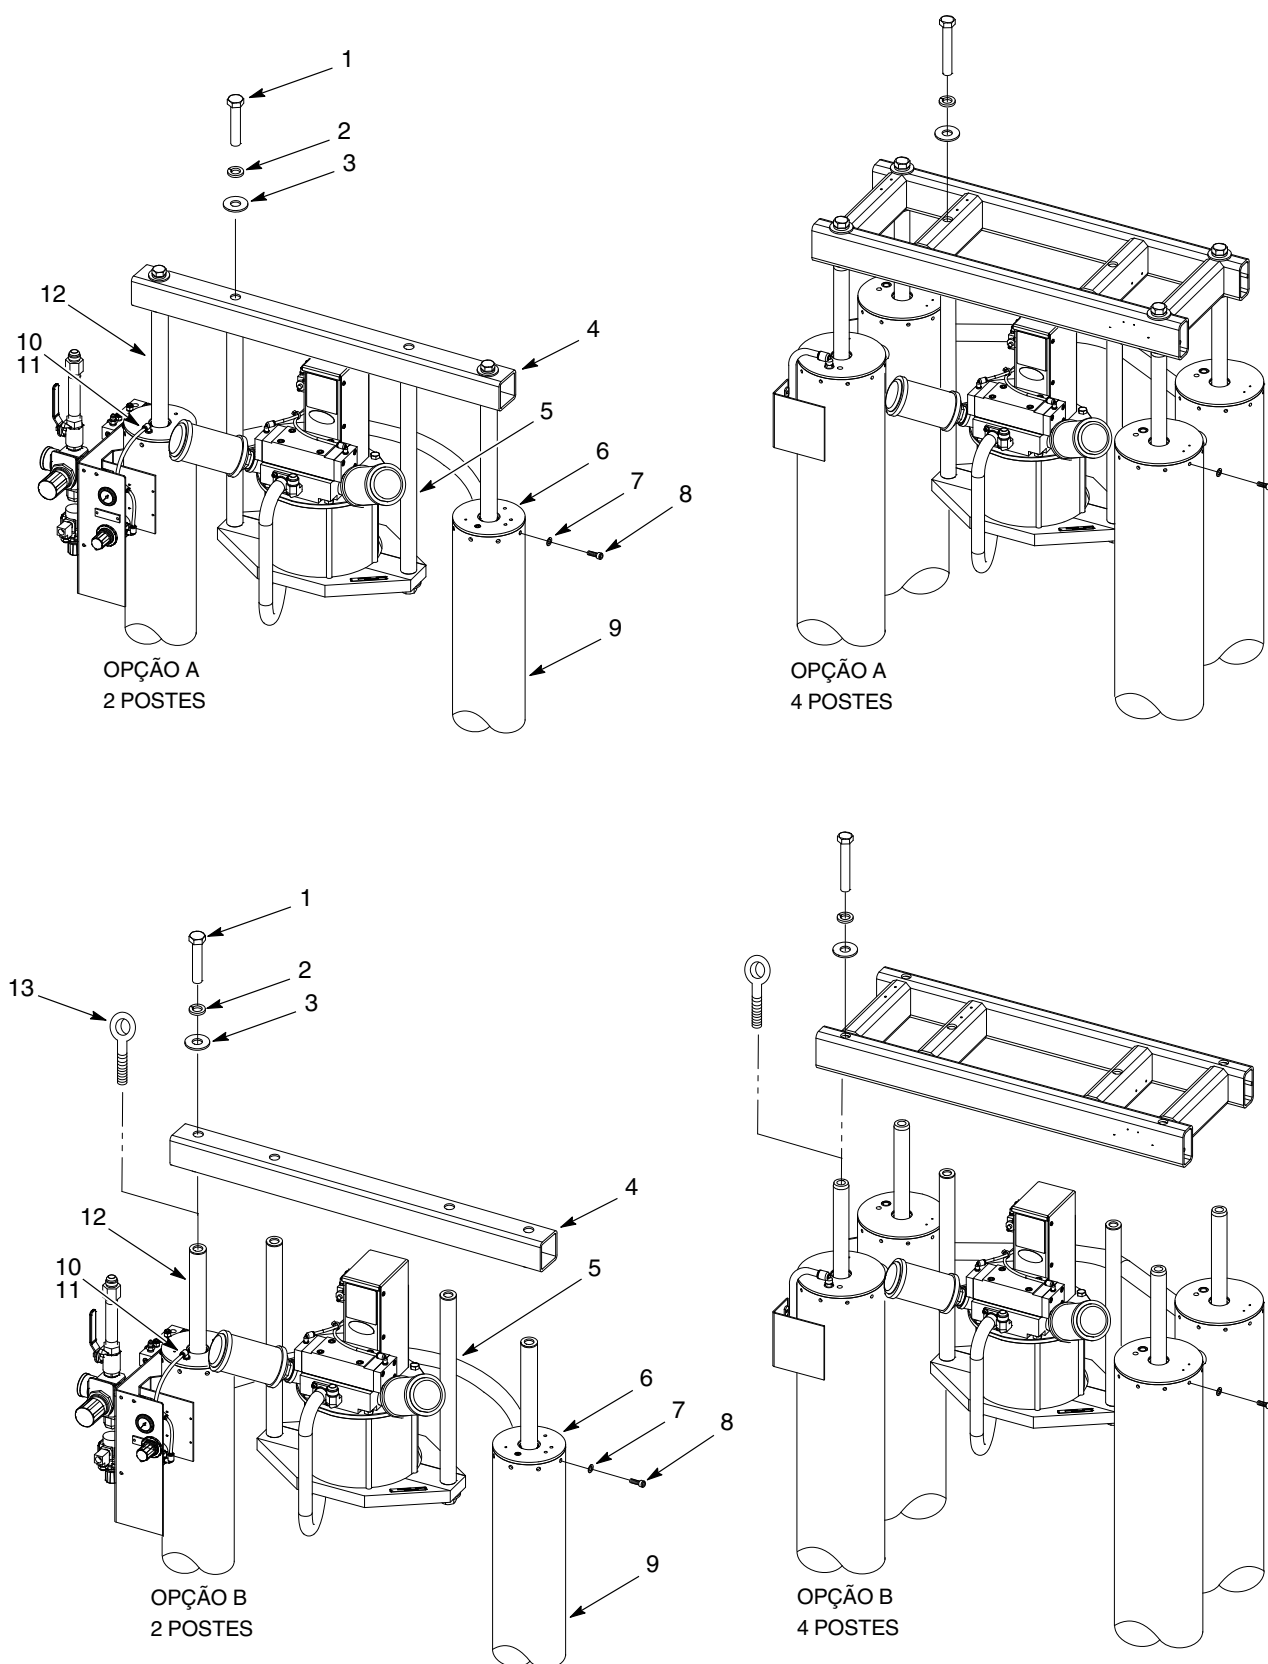

Figura 2 Remoção das hastes dos cilindros
Consulte a figura 2. Existem duas maneiras de retirar as hastes dos cilindros; em conjunto ou separadamente. Execute o procedimento desejado.
1. Consulte a figura 2, opção A. Verifique se o tubo (10) está desligado da união (11).
2. Retire os parafusos (1), anilhas de segurança (2) e anilhas lisas (3) que fixam a travessa (4) às varas de suporte (5).
3. Retire os parafusos de montagem (8) e as anilhas (7) dos cilindros pneumáticos (9). Anote a orientação das cabeças dos cilindros (6).
4. Prenda o aparelho de elevação à seção central da travessa (4) e retire simultaneamente as hastes dos cilindros (12) dos cilindros pneumáticos (9).
1. Consulte a figura 2, opção B. Verifique se o tubo (10) está desligado da união (11).
2. Retire os parafusos (1), anilhas de segurança (2) e anilhas lisas (3) que fixam a travessa (4) às varas de suporte (5) e às hastes dos cilindros (12).
4. Enrosque o parafuso com olhal (13) de $\frac{7}{8}$ -14 na haste de cilindro (12). Prenda o aparelho de elevação ao parafuso com olhal. Utilize o aparelho de elevação para retirar a haste de cilindro do cilindro pneumático (9). Retire as hastes dos cilindros restantes do mesmo modo.
- anilhas planas (14)
- anilhas de segurança (15)
- parafuso da haste (16)
5. Aperte cada parafuso (16) com 250 ft-lb (339 N•m).
6. Lubrifique a vedação do êmbolo (11) com lubrificante de juntas tóricas.
7. Guie cuidadosamente a haste do êmbolo (7) para dentro do cilindro pneumático (19) até ela encostar. Monte a haste do cilindro restante do mesmo modo.
8. Oriente as cabeças dos cilindros (4) como anotado durante a remoção.
9. Monte cada cabeça de cilindro (4) num cilindro pneumático (19). Monte as anilhas (17) e os parafusos de cabeça cilíndrica e sextavado interior (18) em cada cilindro. Aperte cada parafuso (16) com 10-15 ft-lb (14-20 N•m).
10. Ligue os tubos de ar (20) às uniões (21).
11. Monte todo e qualquer dispositivo ou suporte que tenha sido retirado do topo da cabeça do cilindro (4).
12. Consulte a figura 2, opção B. Aplique Loctite 242 às roscas dos parafusos (1). Monte a travessa (4) nas hastes dos cilindros (12) e nas varas de suporte (5) utilizando os parafusos, as anilhas de segurança (2) e as anilhas lisas (3). Aperte os parafusos com 250 ft-lb (339 N•m).